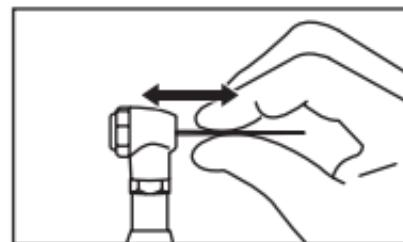

Fig. 3
- 使用前にファイルを引っ張ってみて、ファイルがしっかりと取り付けられていることを確認してください。(図3)